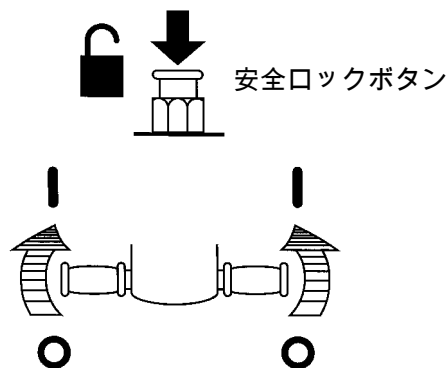

図5
5. スクラブを開始する前には、ハンドルをしっかりと握り、安全ロックボタンを押し下げ、ハンドルグリップを前に回転させてください。本機が動き出したら、安全ロックボタンをリリースします (図5)。